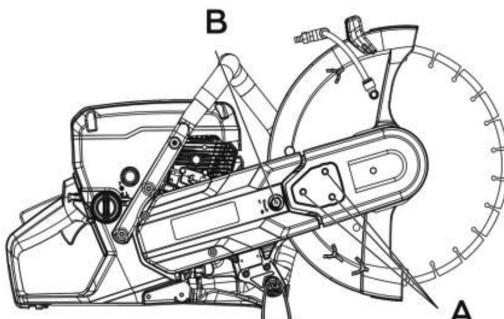

Рис. 49
Ослабьте три гайки (A) (рис. 49), удерживающие верхний защитный кожух съемной головки. Поверните натяжитель ремня (B) в положение «0», чтобы ослабить ремень, в положение «I», чтобы натянуть ремень.
1. Ослабьте три гайки (A), удерживающие верхний защитный кожух съемной головки. Поверните натяжитель ремня (B) в положение «0», чтобы ослабить ремень (рис.49).